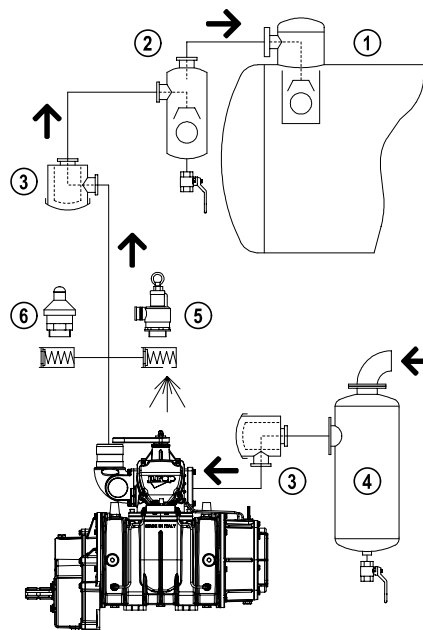

Рис. 4.2
- Рекомендуется установить вторичный отсекающий клапан типа «плавающий шар» (Рис 4.2 - поз. 2) между вакуумным насосом и переливным отверстием (первичный отсекающий клапан), наряду с вышеупомянутым воздушным фильтром (Рис. 4.2 – поз. 3).